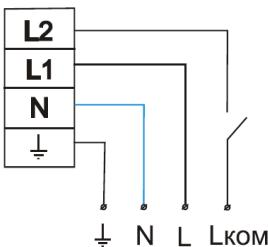

Рис.2
- Если предполагается управлять лампой рабочего освещения, то удалите перемычку L1-L2, и присоедините фазовый провод коммутируемой сети к клемме L2 (см. рис.2).